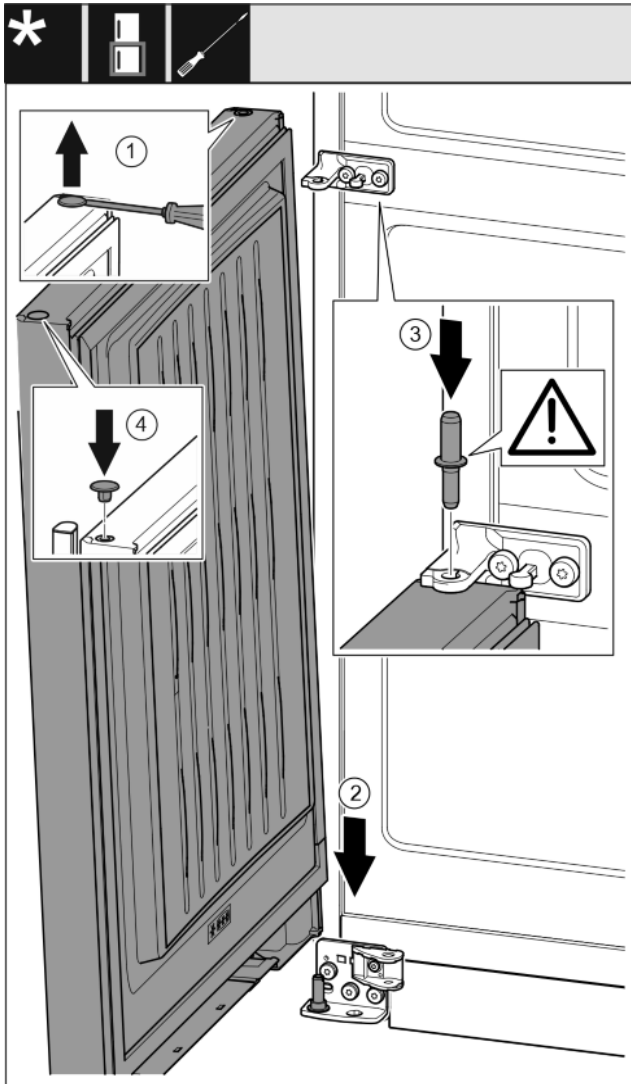

Fig. 32
- ▶ С плоска отвертка внимателно повдигнете тапата и я извадете. Fig. 32 (1)
- ▶ Поставете вратата отгоре върху долния лагерен болт. Fig. 32 (2)
- ▶ Поставете лагерния болт средя през лагерната стойка средя в долната врата. При това обърнете внимание на това, фиксиращата гърбица да сочи назад. Fig. 32 (3)
- ▶ Отново поставете тапата от другата страна на вратата. Fig. 32 (4)